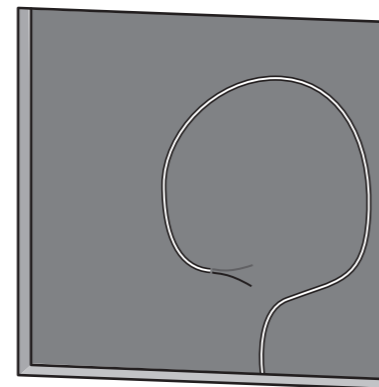

Fig. 13. Speaker Wire
3. Faites passer le câble d'enceinte de votre amplificateur à cet emplacement, en laissant suffisamment de jeu pour permettre la connexion (Fig. 13).